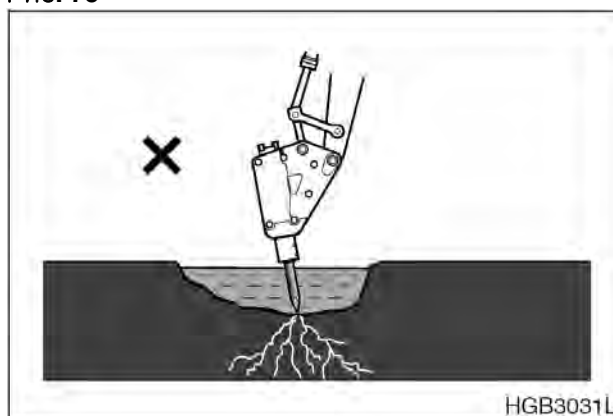

Рис. 76
6. ЗАПРЕЩАЕТСЯ погружать корпус дробилки в воду, если она не приспособлена для подводных работ. Уплотнитель дробилки может быть поврежден, что приведет к возникновению ржавчины, попаданию посторонних предметов и воды в гидравлическую систему и ее повреждению. В воду можно погружать только сам инструмент дробилки. (Рис. 76)